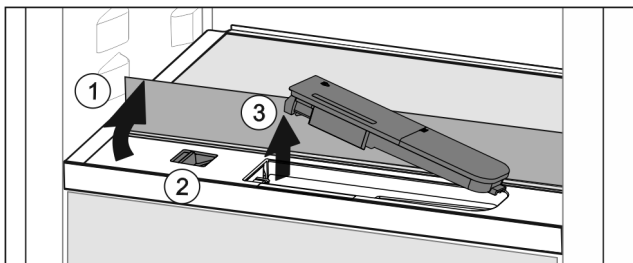

Fig. 127
- ▶ Поднять стеклянную панель и откинуть до упора назад Fig. 127 (1).
- ▶ Сдвиньте ползунок Fig. 127 (2) влево.
- ▶ Вынуть бак для воды Fig. 127 (3).